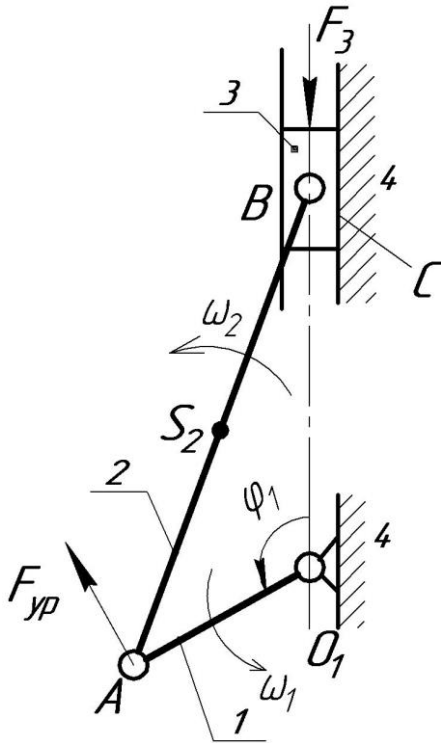

Рисунок 1
**Задача 1.** Кривошип 1 кривошипно-ползунного механизма (рис. 1) вращается с постоянной частотой  $n_1$ . Длина кривошипа 1  $\ell_{O_1A}$  и шатуна 2  $\ell_{AB}$  заданы в таблице 2.